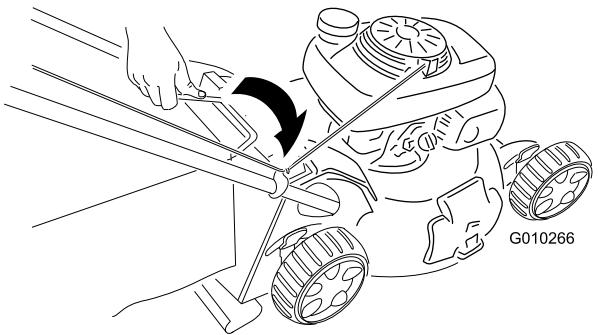
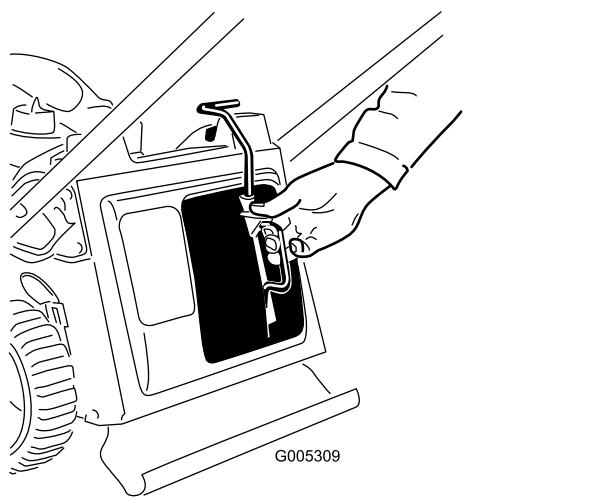

Figure 22
Figure 21
1. Montez l'obturateur de mulching (Figure 21) ou le bac à herbe (Figure 22) sur la machine.